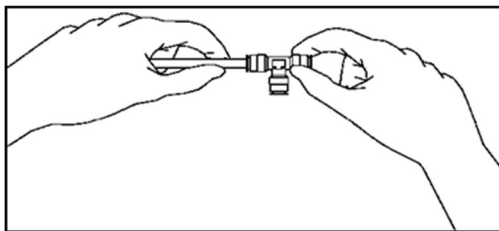

Bild 1. Fastkoppling av slang.
- Alla pneumatikkopplingar är av snabbkopplingstyp. Slangen ansluts till kopplingen genom att trycka in den i kopplingen (Bild 1). Låsningen sker automatiskt.